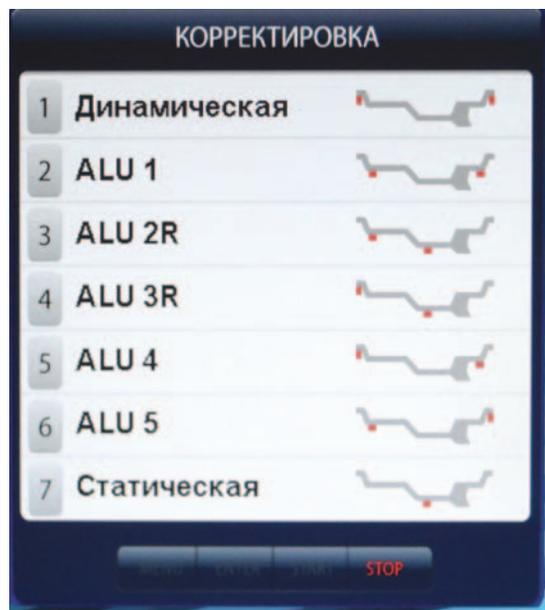

рис.11.3.
11.4.2. Для выбора схем расположения грузов в программах ALU1-ALU5 необходимо, находясь в режиме основного рабочего экрана нажать кнопку "ALU", при этом открывается окно схем установки грузов, отмеченных номерами рис.11.3. Если после введения размеров колеса установился экран ввода геометрических параметров, необходимо перейти на экран основного рабочего режима нажатием кнопки "Стоп". Для выбора нужной схемы нажмите кнопку верхнего ряда клавиатуры с соответствующим номером. Выбранная схема установки грузов отображается в окне 3 экрана основного рабочего режима (рис. 8.2).